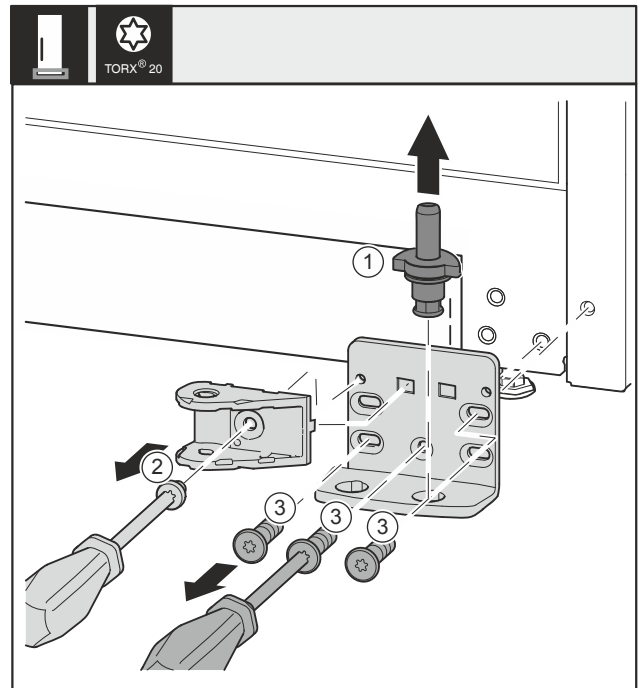

Fig. 32 *
- ▶ Опорный палец Fig. 32 (1) полностью извлеките движением вверх.*
- ▶ Открутите винт Fig. 32 (2) отверткой и снимите соединительный элемент амортизатора закрывания дверей.*
- ▶ Открутите винты Fig. 32 (3) отверткой и снимите опорный кронштейн.*